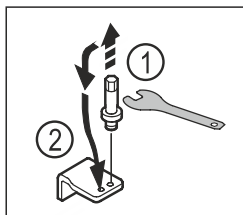

Fig. 20
- ▶ Csavarja ki az alsó csapágybak csapját 5-ös kulcsnyílású dugókulccsal. Fig. 20 (1)
- ▶ Helyezze fel a csapot a másik oldalon. Fig. 20 (2)